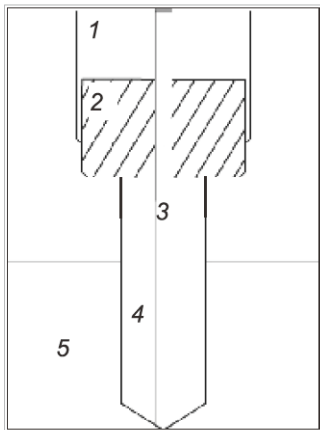
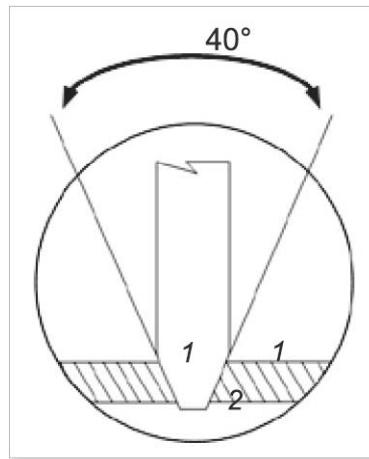

图10-10
图10-11 Land的位置
5. 把阀针尖端伸入浇口区域（浇口部位的钢区域）研磨。参照图10-10和图10-11用一个导向装置或用阀套来做研磨配合，推荐使用400-600目的研磨膏。